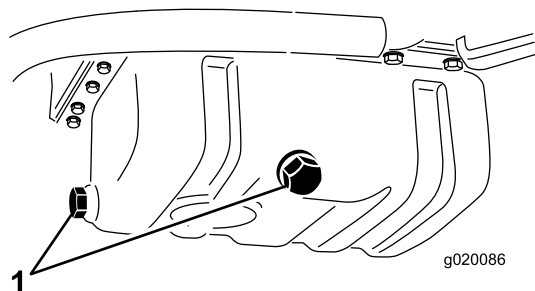

Figura 52
1. Retire cualquier de los tapones de vaciado (Figura 52) y deje fluir el aceite a un recipiente apropiado. Cuando el aceite deje de fluir, coloque el tapón de vaciado.